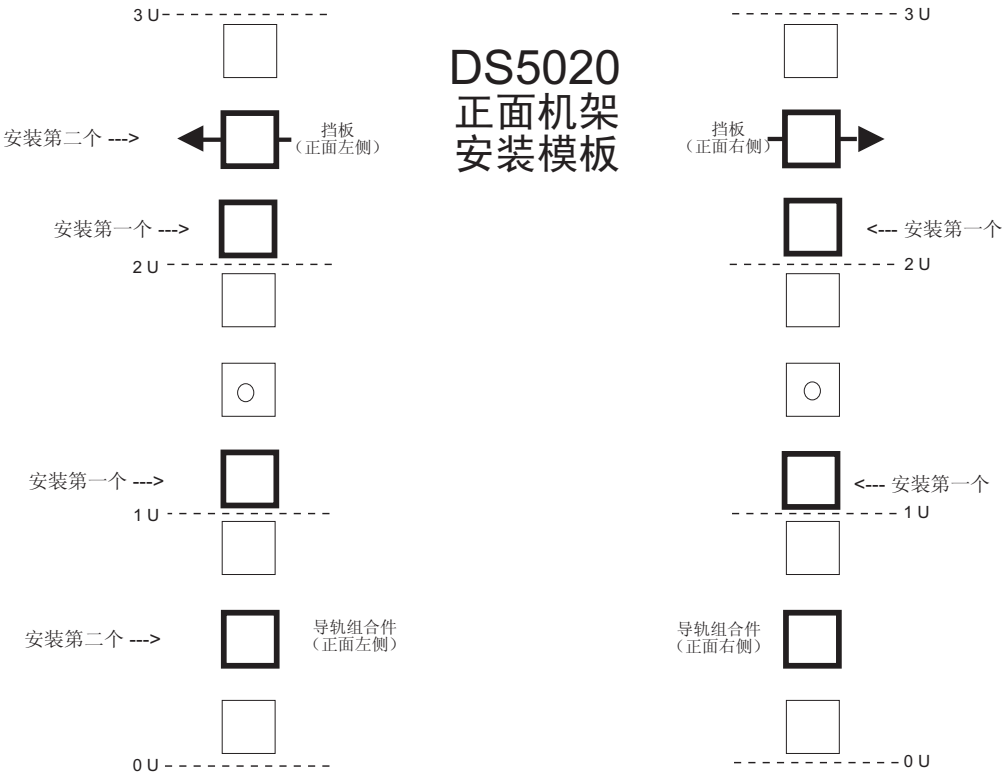
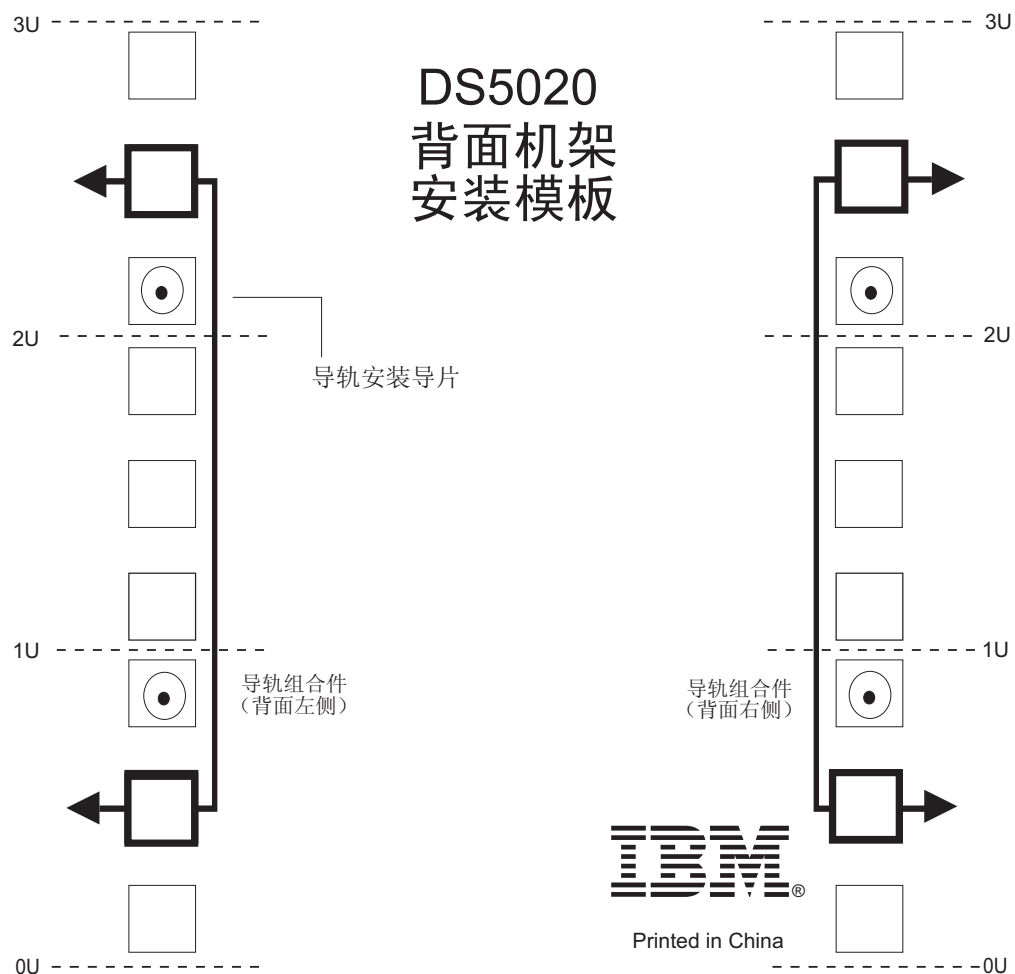

图 13. 前部机架安装模板
图 14. 后部机架安装模板
使用以下模板（第 31 页的图 13 和第 32 页的图 14）来确定将支撑导轨和 DS5020 存储子系统安装到机架式机箱时 M5 螺钉的正确插入位置。模板中突出显示了 M5 螺钉的位置。
要点：在第 159 页的附录 B, 『机架安装模板』中提供了机架安装模板的副本。如果您想要从本文档中撕下模板，请使用第 159 页的附录 B, 『机架安装模板』中的副本。使用上述模板（第 31 页的图 13 和第 32 页的图 14）来确定将支撑导轨和 DS5020 存储子系统安装到机架式机箱时 M5 螺钉的正确插入位置。模板中突出显示了 M5 螺钉的位置。
- 导轨边缘与存储子系统的底部（第 32 页的图 14 中的 0U 边界）对齐。
注：确保安装在第 31 页的图 13 中标注为首先安装的螺钉。